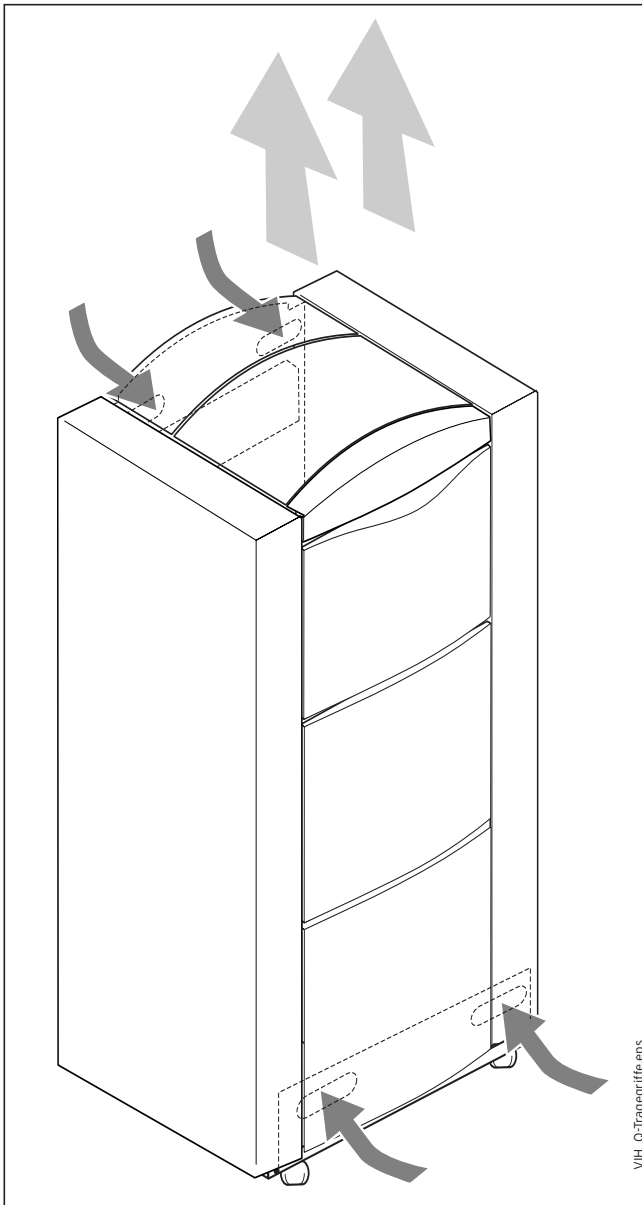

Fig. 4.1 Transport af varmtvandsbeholderen ved hjælp af bæregrebene
- Benyt bæregrebene øverst og nederst på varmtvandsbeholderen til videre transport (se fig. 4.1).